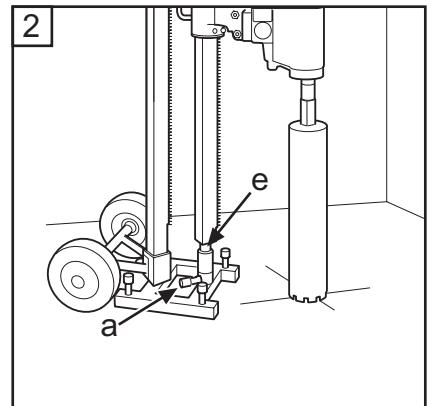

Fig. 15
5. Controllare la posizione della testa di foratura. Regolare la colonna di foratura allentando le due viti di bloccaggio (b e c). Serrare a fondo le viti prima della foratura. Bloccare la vite del montante nel relativo manicotto con la vite di bloccaggio (a) e il dado (e); serrare con la chiave da 24/30 mm (fig. 15).
5. Die Lage der Bohrkrone prüfen. Die Bohrsäule durch Lösen der beiden Sicherungsschrauben (b und c) richtig einstellen. Die Schrauben vor dem Bohren richtig fest anziehen. Die Stempelschraube mit Sicherungsschraube (a) und Mutter (e) in der Sicherungshülse verriegeln, mit einem 24/30-mm-Schraubenschlüssel festziehen (Abb. 15).
5. Contrôler la position du trépan. Régler le pilier de forage en desserrant les deux vis de blocage (b ou c). Serrer fortement les vis avant de commencer à forer. Verrouiller la vis du poteau dans la rondelle de blocage avec la vis de blocage (a) et l'écrou (e) et serrer à l'aide d'une clé de 24/30 mm (Fig. 15).
5. Controleer de stand van de boorkop. Stel de boorkolom af door de beide borgschroeven (b en c) los te draaien. Zet de schroeven goed vast voor u gaat boren. Zet de stutschroef vast in de borghuls met borgschroef (a) en moer (e), draai vast met 24/30 mm sleutel (Fig.15).